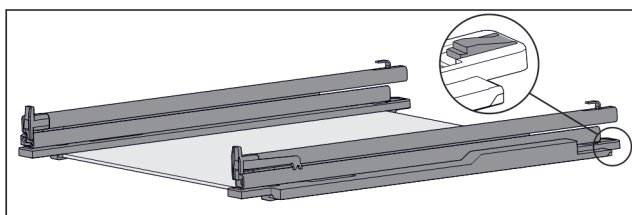

Fig. 222 Pllaka e xhamit me shinat dhe pjesët mbajtëse
- Shtypni për poshtë pjesën mbajtëse në pjesën prapa (shihni Fig. 222) dhe në të njëjtën kohë shtyni shinën për nga pas.